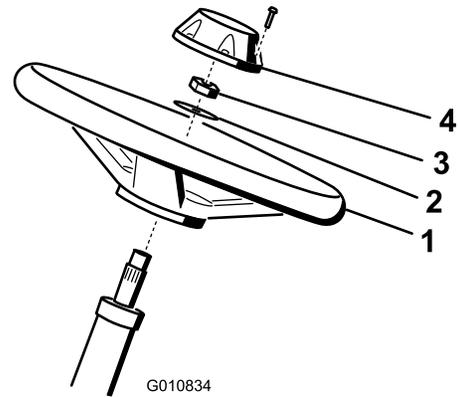

Figura 3
1. Deslice el volante sobre la columna de dirección (Figura 3).
2. Deslice la arandela sobre la columna de dirección (Figura 3).
3. Sujete el volante a la columna con una contratuercas y apriétela a 27–35 N·m (Figura 3).
4. Sujete el embellecedor al volante con el tornillo (Figura 3).